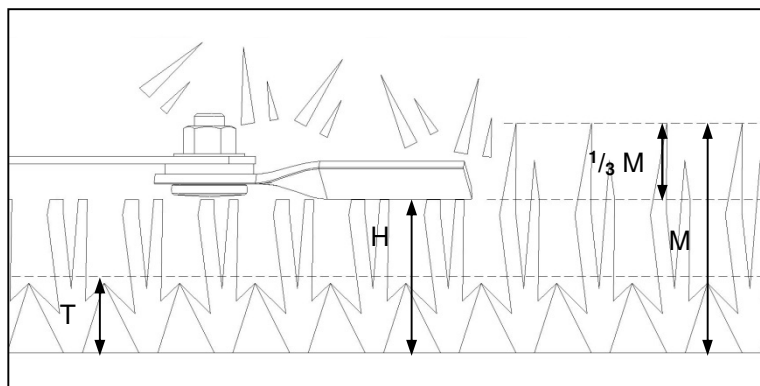

Fig. 1
- ✓ To achieve target height (Fig. 1-T).
- ✓ Measure the approximate material height (Fig. 1-M).
- ✓ Corresponding implement height setting (Fig. 1-H).
- ✓ Om die teikenhoogte te bewerkstellig (Fig. 1-T).
- ✓ Meet die geskatte materiaalhoogte (Fig. 1-M).
- ✓ Ooreenkomstige implementhoogtestelling (Fig. 1-H).